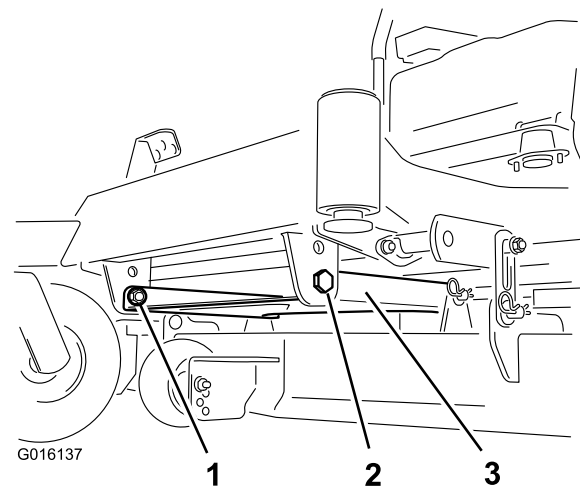

Figure 1
- Pour les machines avec logement de carter de plateau de coupe, retirez les 2 écrous et boulons qui fixent l'avant du logement du carter du plateau de coupe à la machine (Figure 1). Reposez le logement après avoir fixé les masses en place.
4. Pour les machines avec logement du carter de plateau de coupe, montez le logement sur la machine (Figure 1).